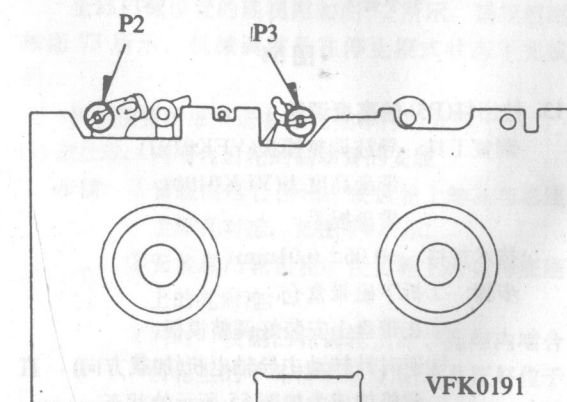

图 52
②把导柱调整模板放在带盘上, 并把导柱调整模板固定好, 如图 52 所示;